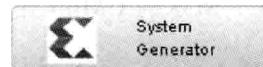
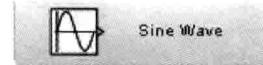
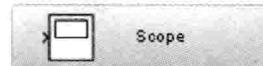
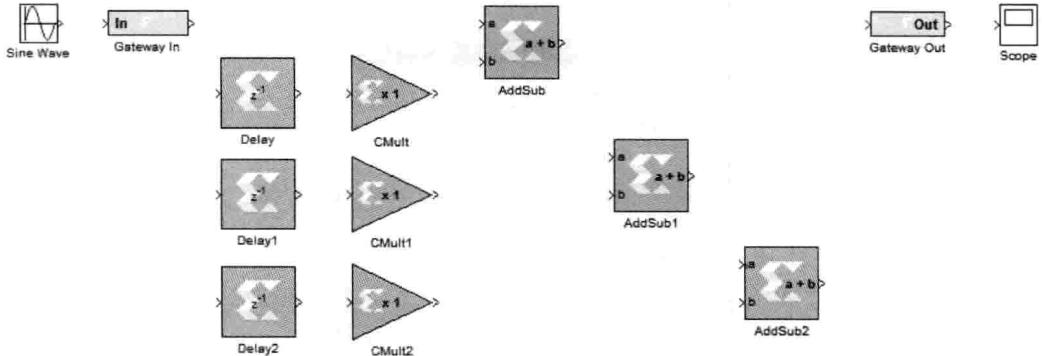

图 6.13 System Generator
图 6.14 Sine Wave 符号
图 6.15 Scope 元件
图 6.16 放置 Scope 元件后的界面
(11) 在 Simulink Library Browser 主界面的 Libraries 窗口下, 找到并展开 Xilinx Blockset。在展开项中, 找到 Basic Elements。在右边窗口出现基本元件符号, 如图 6.13 所示, 找到 System Generator Token 符号。将其拖入到图 6.16 所示的界面中。
(12) 在 Simulink Library Browser 主界面的 Libraries 窗口下, 找到并展开 Simulink。在展开项中, 找到 Sources, 在右边窗口出现源元件符号, 如图 6.14 所示, 找到 Sine Wave 元件符号, 将其拖入到图 6.16 所示的界面中。
(13) 在 Simulink Library Browser 主界面的 Libraries 窗口下, 找到并展开 Simulink。在展开项中, 找到 Sinks, 在右边窗口出现分析元件符号。如图 6.15 所示, 找到 Scope 元件符号, 将其拖入到图 6.16 所示的界面中。